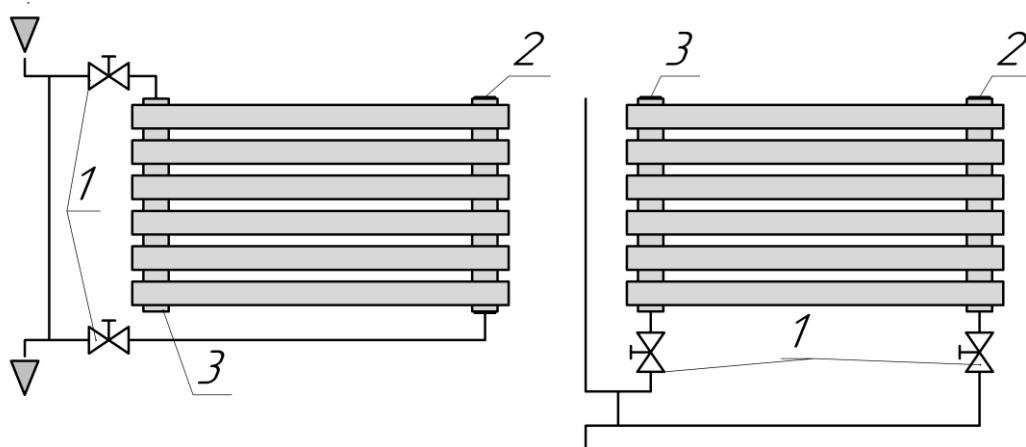
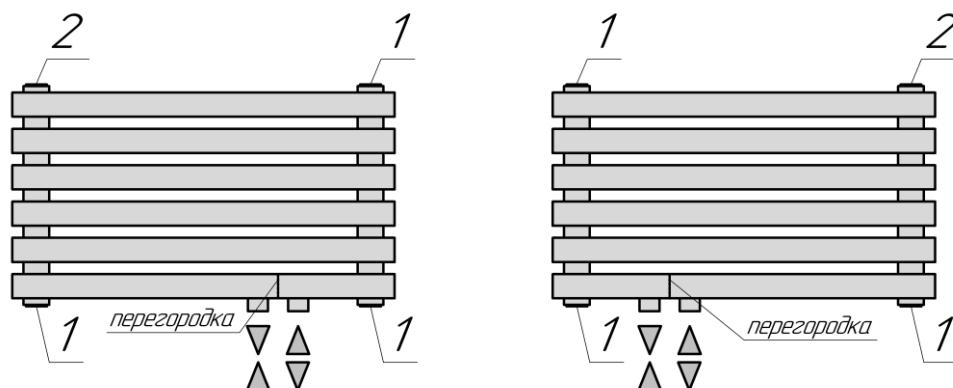

Рис.2. 1. Вентиль (кран). 2. Кран Маевского-воздухоотводчик. 3. Пробка глухая.
Рис. 4. 1. Пробка глухая. 2. Кран Маевского-воздухоотводчик.
- 2.2. Радиаторы выпускаются с разнесенным (седловым) нижним или диагональным подключением «ELLIPSE P H» (Рис.2, 3) или с правосторонним (левосторонним) нижним подключением с межосевым расстоянием 50 мм «ELLIPSE P H R(L)» (Рис.4).
5.7. Схема разнесенного (седлового) подключения радиатора к однотрубной системе (Рис.2):
5.9. Схемы присоединения под арматуру нижнего подключения 50мм к двухтрубной системе отопления (Рис. 4): Подключение прямой и обратной магистрали - произвольное.